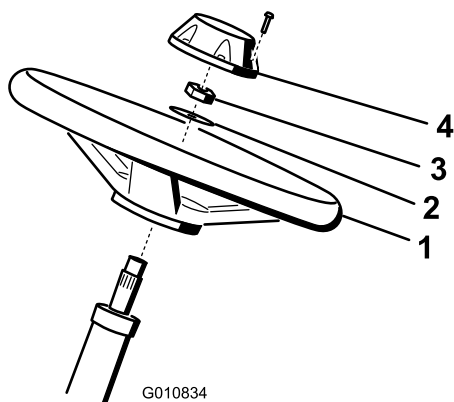

図 4
1. ハンドルをステアリングシャフトにはめ込む 図4。
2. ワッシャをステアリングシャフトにはめ込む 図 4。
$2.83.6\text{kg/m} = 2026\text{ft}\cdot\text{lb}$  にトルク締めする 図 4。
4. キャップを取り付け、ボルト6本で固定する 図 4。